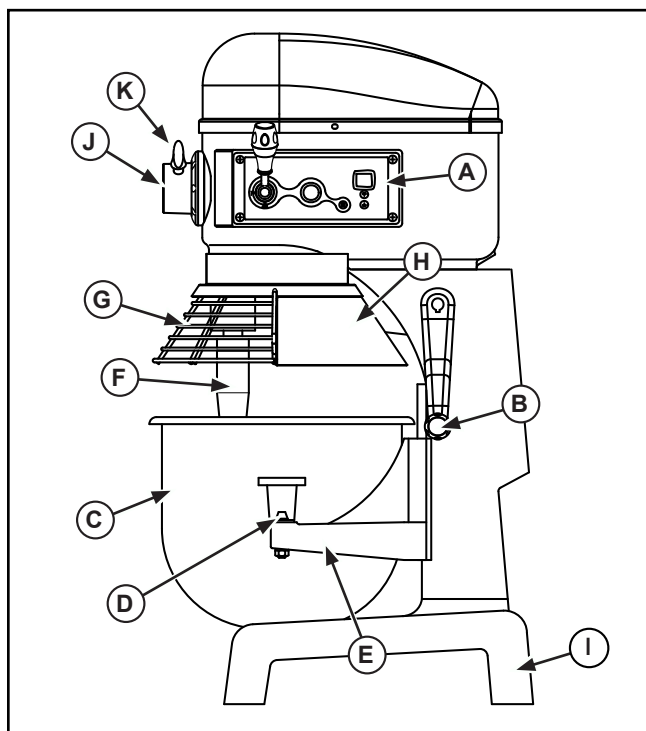

Figura 2. Características y controles de la batidora de 20 ct. gal. (22 L) y 30 ct. gal. (33 L).
1. Cierre la protección del tazón (G). Consulte la Figura 2. La protección de seguridad debe estar cerrada para hacer funcionar la batidora. Si está abierta o no está correctamente cerrada, la batidora no funcionará.